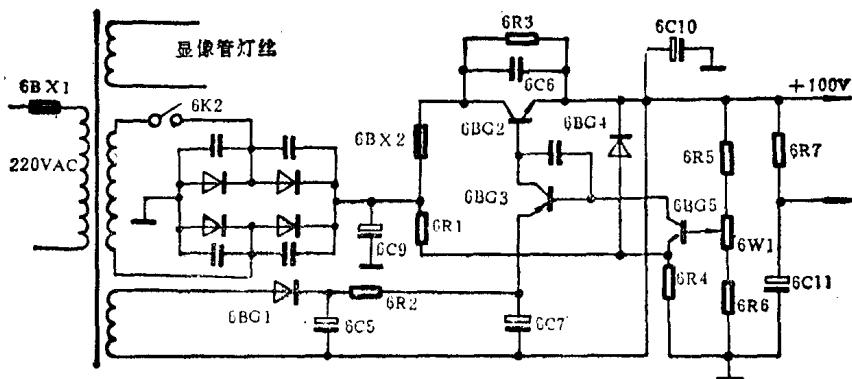

图 1-4
2. 检查电源电路。相关电路见图1-4所示。测量电源调整管6BG2发射极对地电压约为